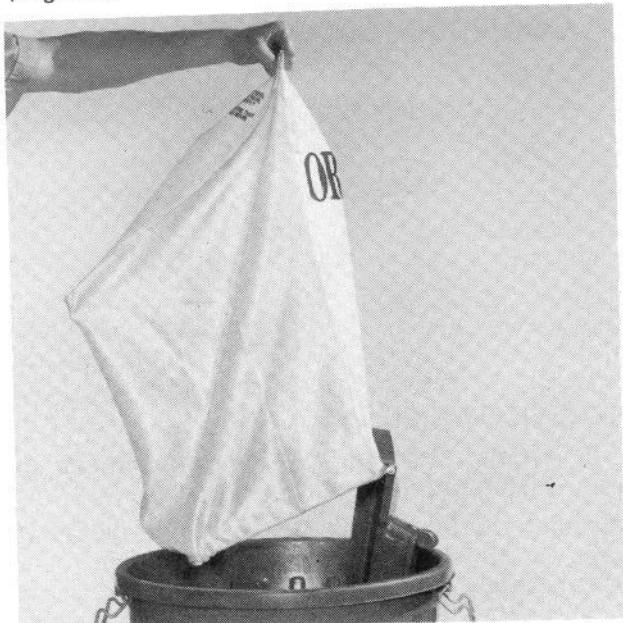

Figure 24
6. Pour vider le sac, déclenchez la poignée avant du sac et levez l'arrière du sac. La porte du sac s'ouvrira sous le poids des débris de tonte pour laisser l'herbe coupée sortir du sac. Si vous déversez le contenu dans une poubelle, enfoncez l'ouverture du sac dans la poubelle et levez l'arrière du sac (Fig. 24).